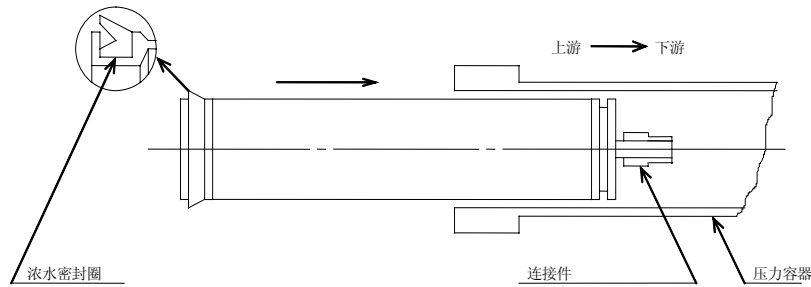

图 6.1 安装一支膜元件图例
① 通常膜元件置于 1%浓度的亚硫酸氢钠溶液中保存，首先应用纯水充分冲洗。
② 如图 6.1 所示，膜元件的给水侧有一个浓水密封圈、注意密封圈的安装方向是口朝上游张开。浓水密封圈的功能是保证原水全部流到膜元件内不发生旁流。原水自身流速会使浓水密封圈的开口朝压力容器内壁紧压密封。若密封圈的安装方向相反，原水不能密闭，造成一部分原水流到膜元件外侧，致使膜表面流速低下，导致产生结垢现象，从而缩短膜的使用寿命。
③ 确认 O 型圈安装在连接配件指定位置上。安装时要注意 O 型圈及连接件表面没有